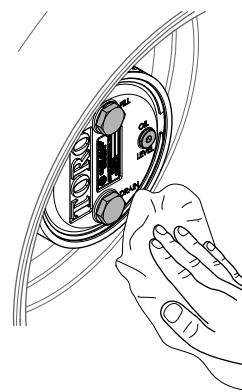

Рисунок 103
3. Начисто протрите корпуса планетарного редуктора и тормоза (Рисунок 103).